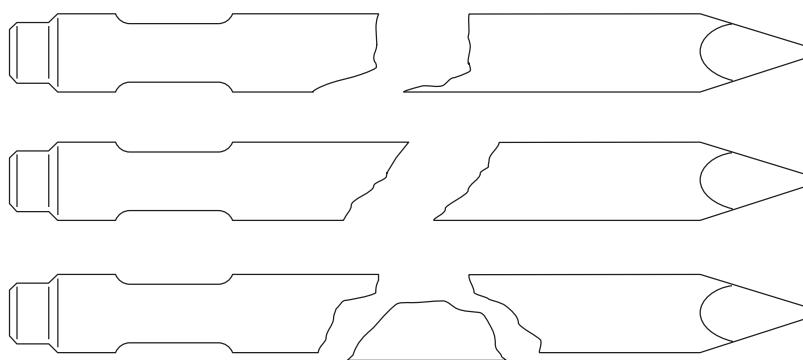
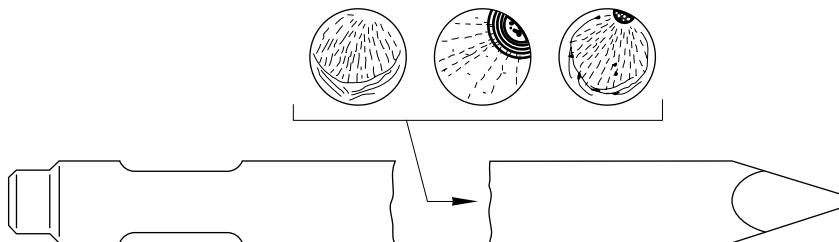
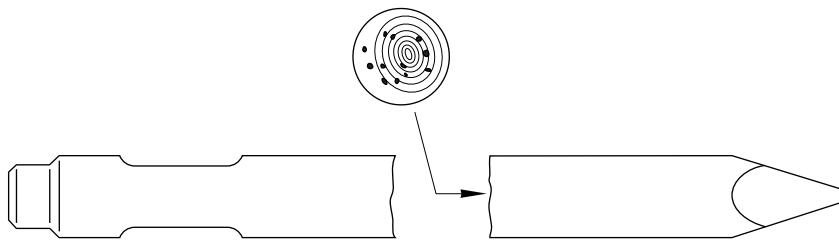

рис. 6
рис. 7
рис. 8
■ Поломка вне хвостовика (рис. 6, 7 и 8)
Поломка изделия вне верхней части пики, как показано на рис. 6, может произойти из-за чрезмерной нагрузки, приложенной к инструменту. Такой изгиб от нагрузки происходит, когда инструмент внедрен в материал и его дергают или толкают, или когда инструмент установлен не перпендикулярно к поверхности разрушаемого материала. Поломка из-за усталости металла (рис.7) развивается в области мест начала поломки, вызванной концентрацией напряжения, следующей из-за чрезмерной нагрузки, и затем быстро распространяется дальше. Такой тип поломки может также произойти из-за задиров инструмента во время использования. Так как поломки, происходящие вне хвостовика, вызваны неправильными рабочими приемами, как объяснено выше, изделия, подвергающиеся таким дефектам, не заменяются по гарантии. Однако если точка начала перелома происходит внутри тела инструмента, как показано на рис. 8, изделия будут заменены по гарантии, так как поломка указывает на дефект материала.